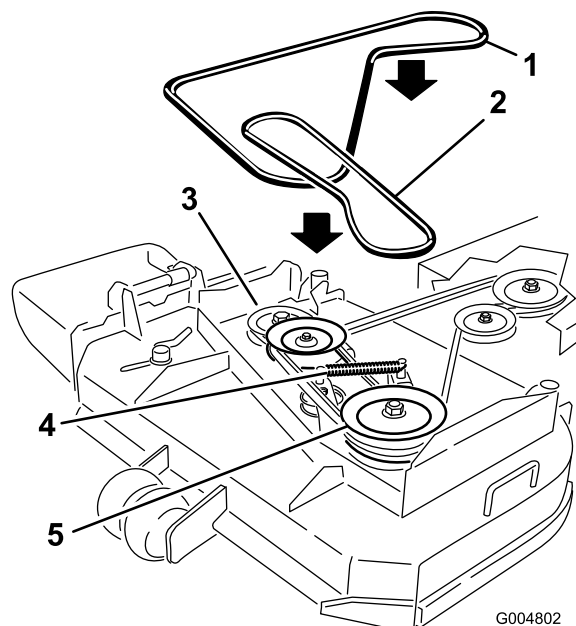

Figure 37
6. Décrochez le ressort du bras de la poulie de tension pour réduire la tension sur le bras et la poulie de tension, puis enlevez la courroie usagée (Figure 37).
7. Placez une courroie neuve autour des deux poulies d'axe extérieures, de la poulie de tension et dans la gorge inférieure de la poulie d'axe double (Figure 37).
8. Raccrochez le ressort du bras de tension (Figure 37).
10. Réglez l'écartement entre le guide et la courroie à 3 mm (Figure 37).